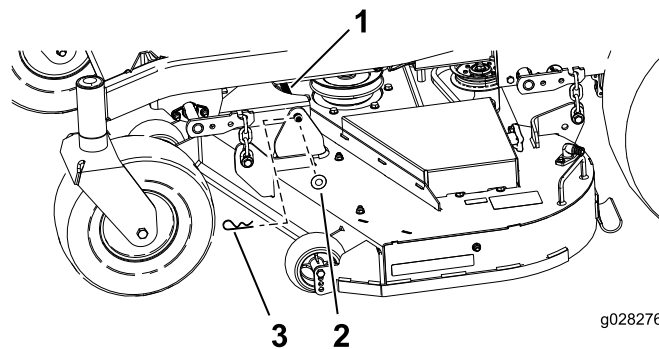

Figure 63
5. Retirez la goupille fendue et la rondelle qui fixent la barre de liaison au cadre et au tablier, et enlevez la barre de liaison (Figure 63).
9. Fixez la barre de liaison avec les goupilles fendues et les rondelles retirées précédemment (Figure 63).